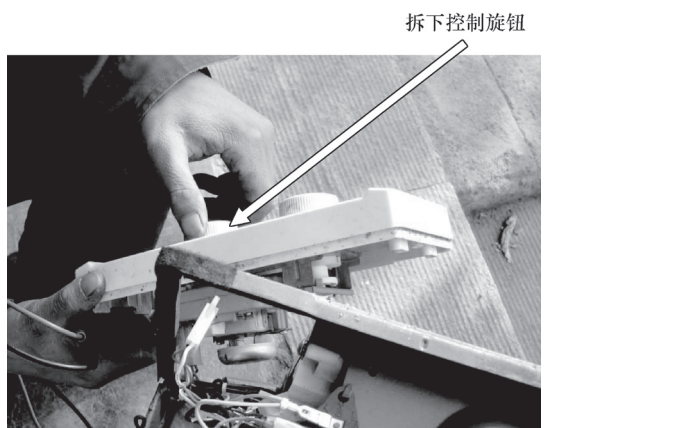

图 7-9 拆下固定旋钮
2) 从定时器上拆除控制旋钮，并拆下面板后面的螺钉，如图 7-9 所示。